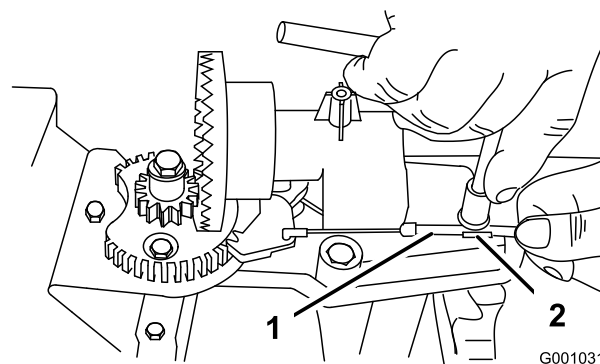
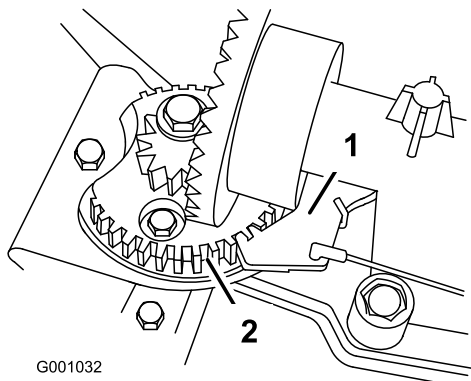

Рисунок 47
Рисунок 48
2. Ослабьте затяжку болта на хомуте кабеля (Рисунок 47).
части машины до тех пор, пока фиксатор желоба не войдет полностью в зацепление с зубчатой передачей редуктора (Рисунок 47 и Рисунок 48).
**Примечание:** Фиксатор подпружинен, и под действием пружины стремится войти в зацепление с шестерней редуктора (Рисунок 48).